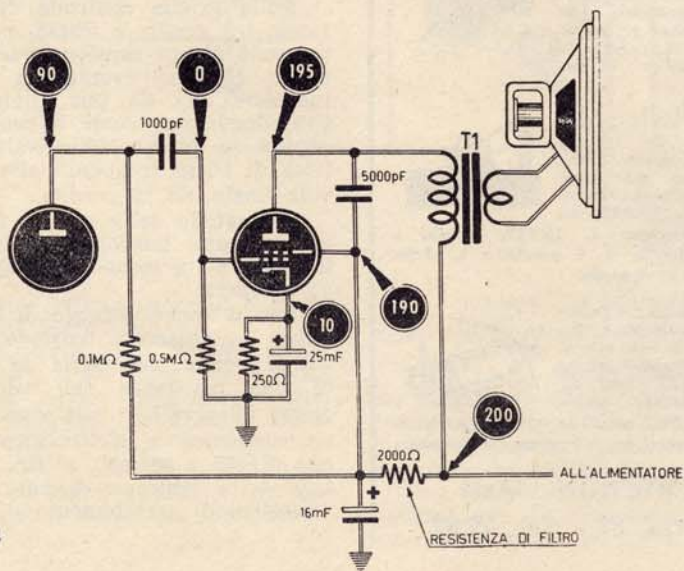

Fig. 4
50) Tale condizione si determina soltanto nel caso la tensione da applicare alla placca venga prelevata prima della resistenza di filtro. Praticamente, per quanto riferentesi agli schemi di cui a figure 4 e 5 puntate 8ª e 9ª, controlleremo anzitutto la resistenza di filtro, la quale dovrebbe risultare bruciata.